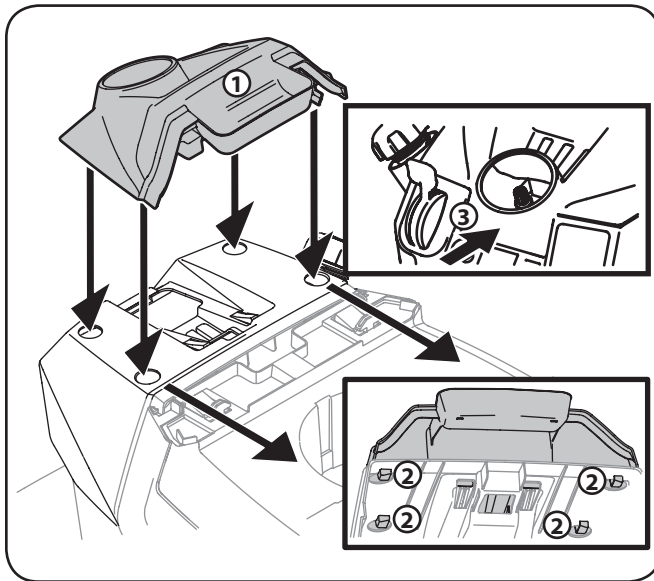

Figura 3-7
Para instalar la cubierta del tablero (1), alinear las lengüetas (2) de la cubierta del tablero (1) con los orificios de la parte superior del tablero como se muestra en Figura 3-7. Coloque las lengüetas (2) en los orificios de la parte superior del tablero y oprima la cubierta del tablero hacia adelante (1) para trabar en su lugar.